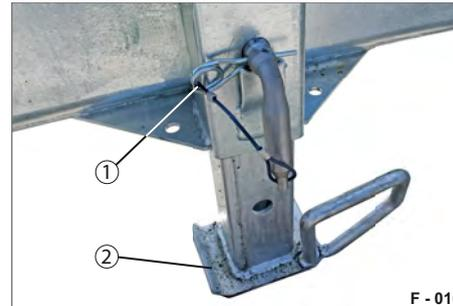

Abb. 24 Stützfuß sichern
- ▶ Stecken Sie den Federstecker (Abb. 24/1) durch die Bohrung im Steckbolzen durch. Der Stützfuß (Abb. 24/2) ist in heruntergestellter Position gesichert.